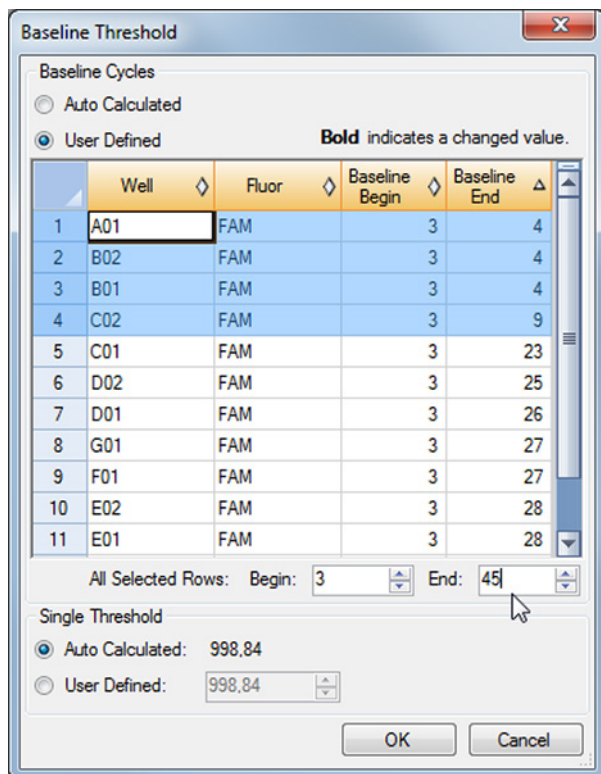

Figura 5: Finestra di dialogo Baseline Threshold (Soglia basale)
3. Nella barra dei menu della finestra Data Analysis (Analisi dei dati) fare clic su **Settings** → **Baseline Threshold...** (Impostazioni → Soglia basale...) per aprire la finestra di dialogo Baseline Threshold (Soglia basale) (vedere figura 5).
5. Selezionare tutte le righe che presentano dei valori **Baseline End** (Fine basale) da 1-9 (vedere figura 5).
6. Impostare il valore nel campo **End:** (Fine:) a 45 per le righe selezionate (vedere figura 5).
9. Ripetere i passi 3-7 per il canale di rilevamento VIC™ (IC).